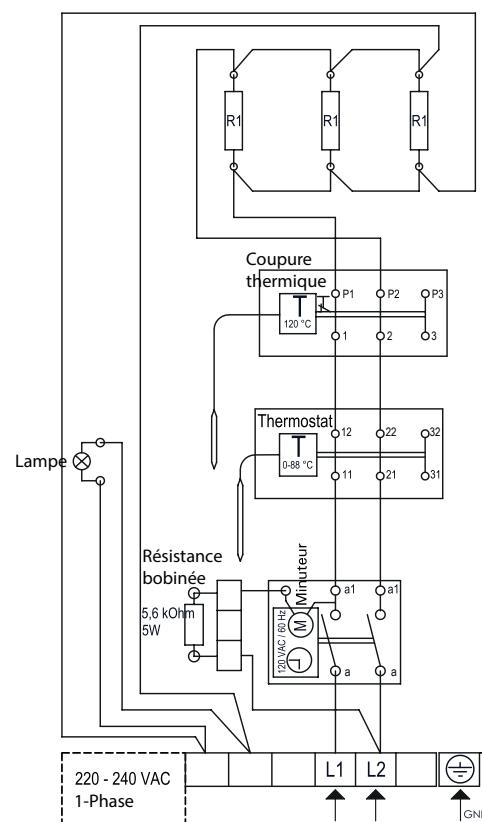

Figure 6. Connexions électriques de poêle
2. Voir le schéma de câblage correspondant au modèle de poêle (voir fig. 6). Le poêle doit être installé de manière permanente en utilisant une conduite hermétique entre le poêle et le mur de la cabine (les marettes de raccord ou prises de courant mâle ne sont pas autorisés dans la cabine).